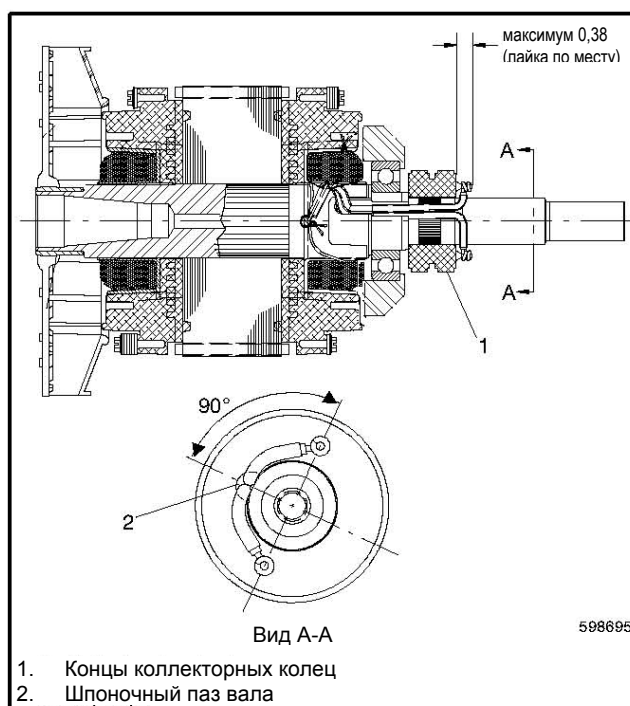

Рисунок 6-8 Узел ротора
5. Совместить шпоночный паз на коллекторном кольце с пазом на валу ротора. См. рисунок 6-8.
7. Припаять концы к клеммам коллекторных колец. Соединение не должно выступать более чем на 9,65 мм (0,38 ") за коллекторные кольца. См. Рисунок 6-8.